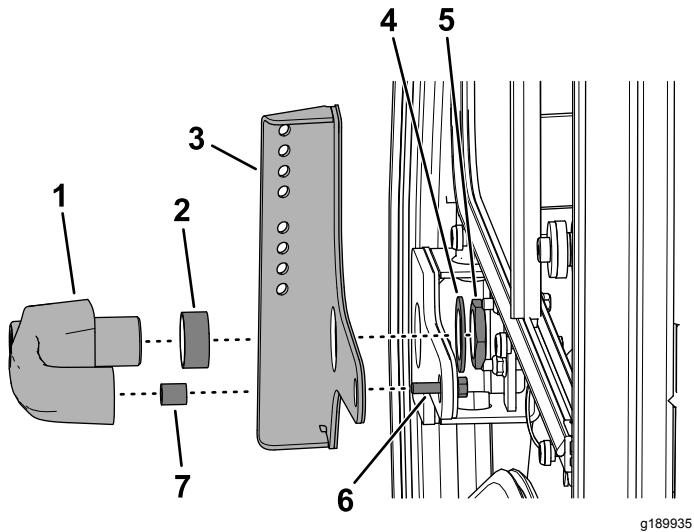

Figure 4
5. Montez la poignée de porte à l'aide du support de rétroviseur collé et de l'écrou de fixation, de la rondelle, du boulon à embase (6 x 25 mm) et des 2 entretoises retirés précédemment (Figure 4).